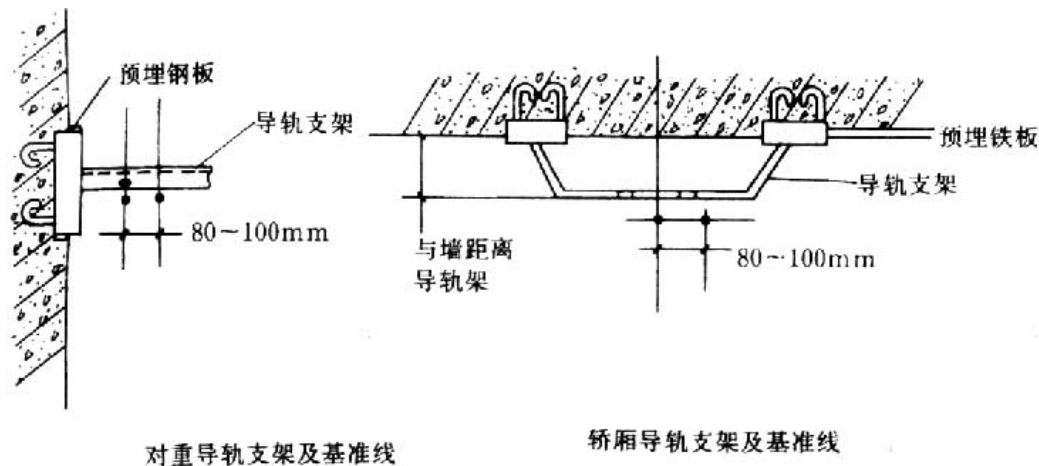

图5-13
3.3.1.3 安装导轨支架：（a）安装导轨支架前，要复核由样板上放下的基准线（基准线距导轨支架平面1~3mm，两线间距一般为80~100mm，其中一条是以导轨中心为准的基准线，另一条是安装导轨支架辅助线（图5-13）。（b）测出每个导轨支架距墙的实际高度，并按次序编号进行加工；（c）根据导轨支架中心线及其平面辅助线，确定导轨支架位置，进行找平、找正。然后进行焊接；（d）整个导轨支架不平度应不小于5mm；